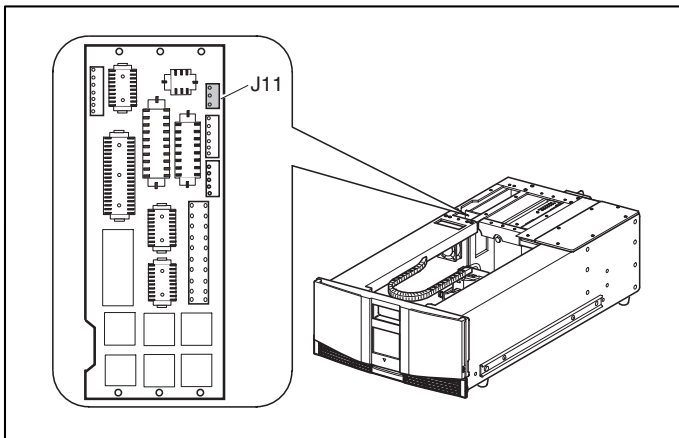

**Figure 5 : Installation du ventilateur de remplacement**
9. À l'aide du ventilateur de remplacement, mettez en place le cordon d'alimentation avec le connecteur en Y via l'accès situé en haut du châssis vers le fond de panier. Reportez-vous à la figure 5.